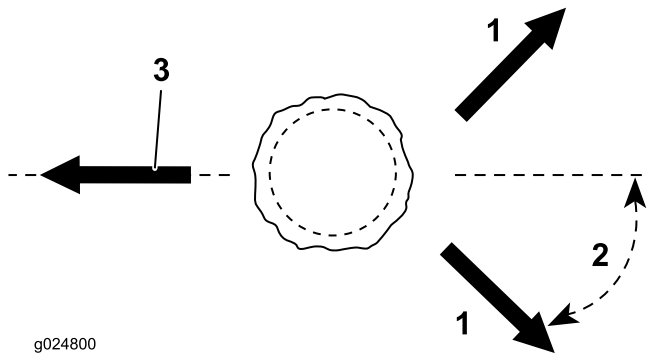

Figure 12
1. Avant l'abattage d'un arbre, prévoyez une voie de repli appropriée. Voir Figure 12.